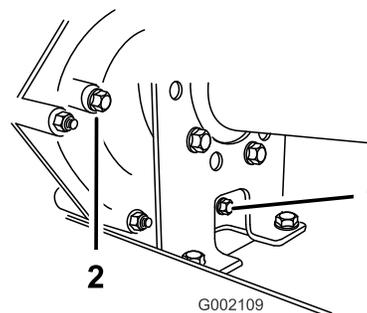
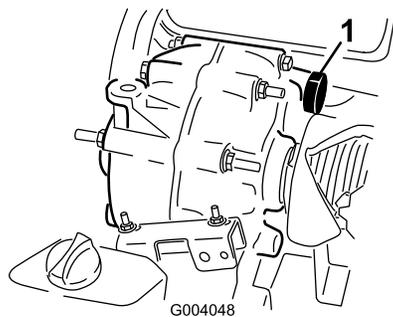

Figura 57
Figura 58
2. Pulite la superficie attorno al tappo di riempimento e di spurgo con un panno (Figura 57).
4. Estraete il tappo di riempimento facendolo girare in senso antiorario (Figura 57).
5. Estraete il tappo di spurgo facendolo girare in senso antiorario (Figura 57).
6. Installate e serrate il tappo di spurgo e la guarnizione del foro del tappo di spurgo della trasmissione (Figura 57).
7. Riempite il serbatoio (Figura 58) attraverso il foro del tappo di riempimento con circa 1,4 litri dell'olio specificato o finché il livello dell'olio della trasmissione non raggiunge la parte inferiore della filettatura. (Figura 57).
8. Installate e serrate il tappo di riempimento e la guarnizione del foro del tappo di riempimento della trasmissione (Figura 57).
10. Controllate il livello dell'olio e aggiungetelo se risulta inferiore alla del foro del tappo di riempimento (Figura 57).